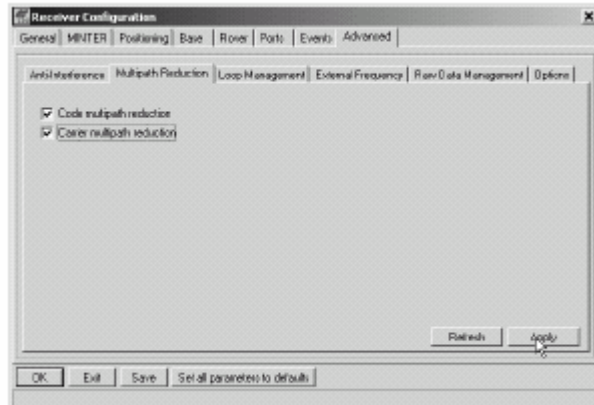

Figura 2-12. Configuración del receptor. Pestaña AVANZADO
- Haga clic en la pestaña *Avanzado* y a continuación, en la pestaña *Reductor Multipath*, marque las casillas que se indican a continuación y al finalizar haga clic en **Apply** (Figura 2-12).